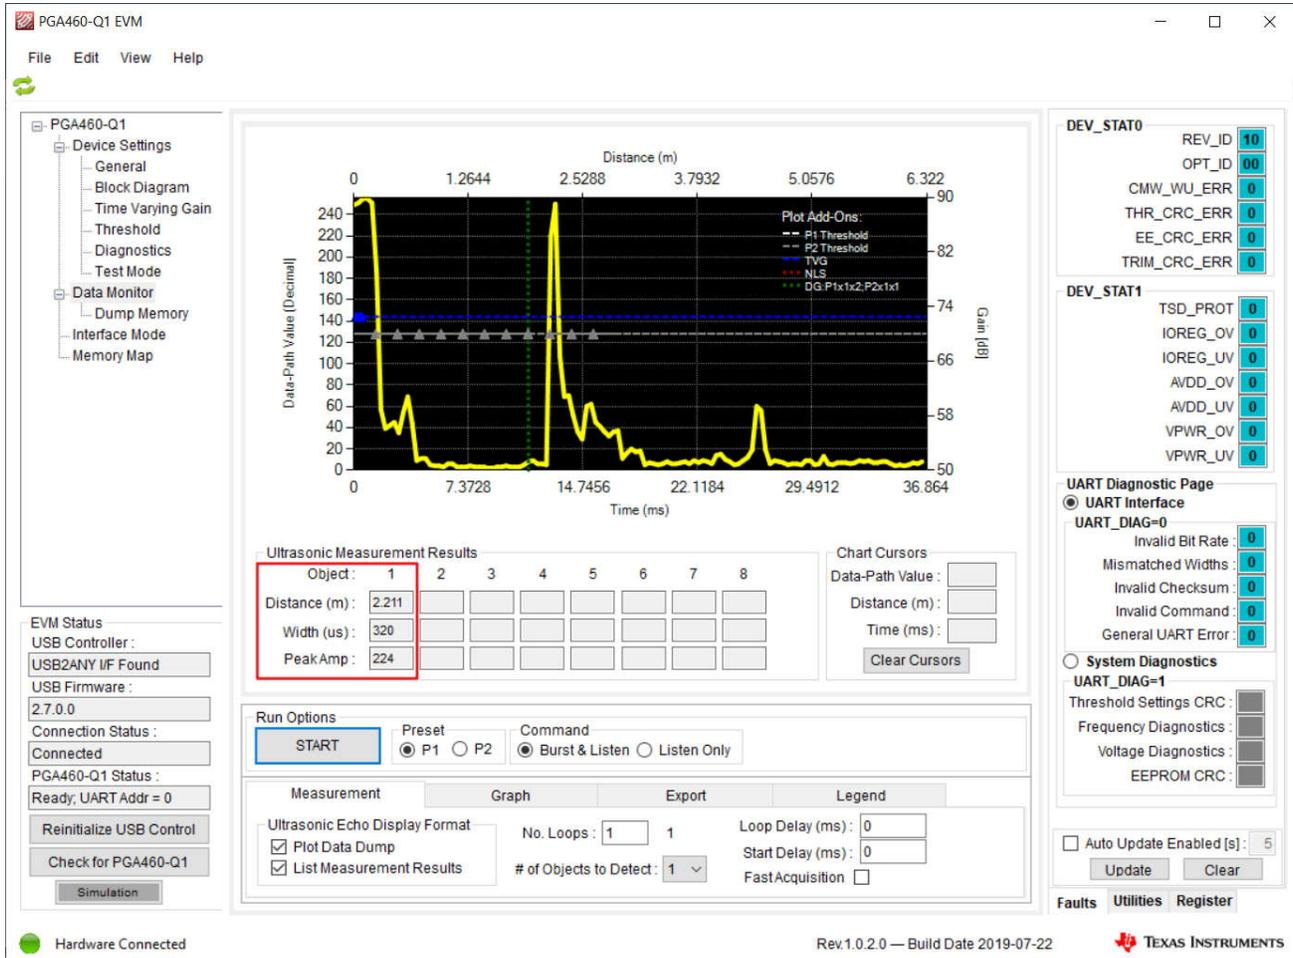

图 4-2. PGA460-Q1 GUI 检测结果
4. 对于定制传感器，您需要调整参数并检查检测结果，如图 4-2 所示。